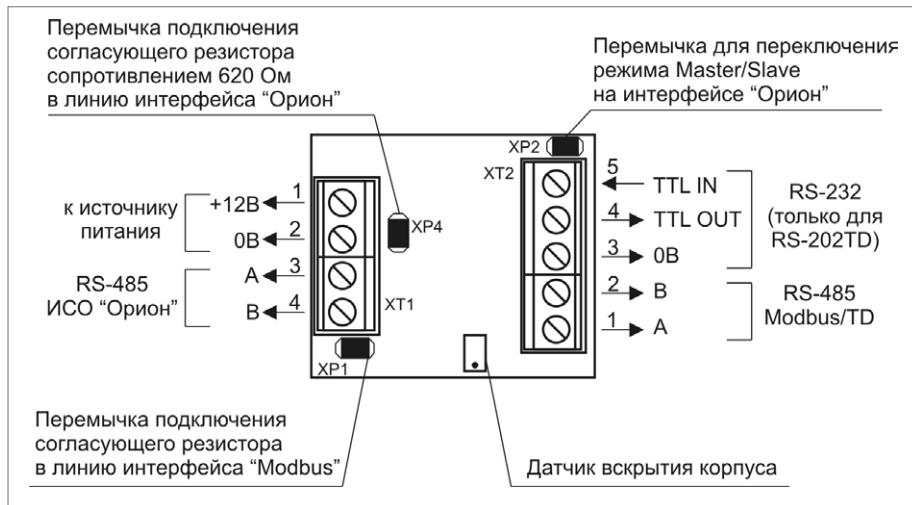
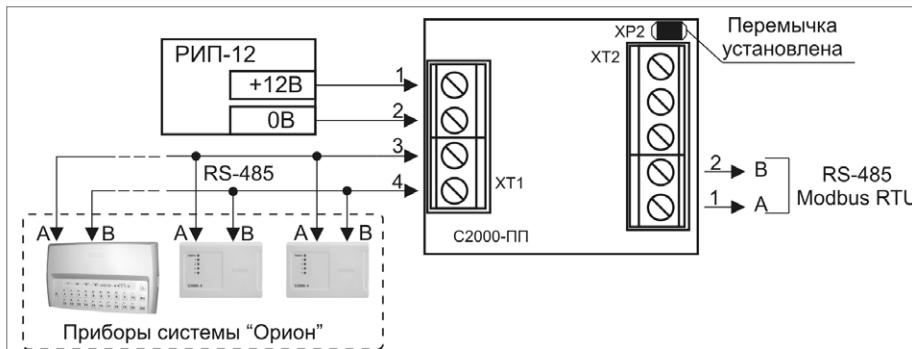

Рисунок 3. Назначение клемм и перемычек преобразователя «C2000-ПП»
Рисунок 4. Подключение преобразователя «C2000-ПП» в режиме «Орион-Master»
1.3. Подключите преобразователь в соответствии с проектной документацией и схемой на рис. 4, 5 (схема подключения зависит от режима работы преобразователя). На рис. 3 показана плата преобразователя и приведено назначение клемм и перемычек.
Подключите к клеммам XT2.1 и XT2.2 преобразователя линии А и В интерфейса RS-485 «Modbus RTU» (рис. 4 и 5), если это указано в проектной документации.
Если преобразователь не является первым или последним в линии интерфейса RS 485 «Modbus RTU», удалите перемычку с разъема XP1 (см. рис. 3).